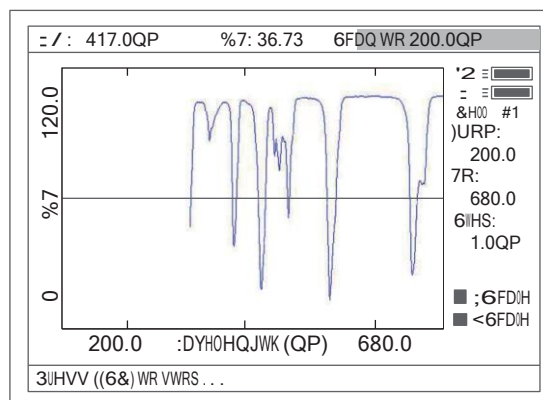
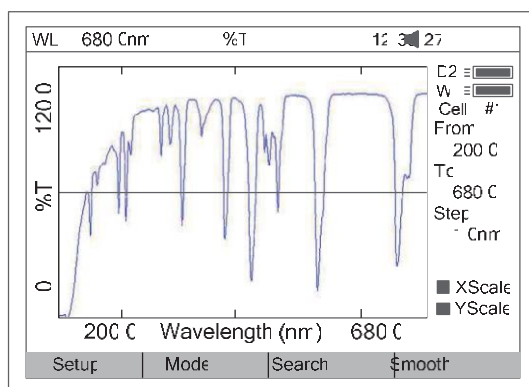

Fig 44
Fig 45
4. Arrastre la cubeta de la muestra hasta la trayectoria del haz de luz, pulse **START/STOP** para escanear la muestra (Fig 44), **ESC** para detener. Cuando termina el barrido el zumbador suena 3 veces (Fig 45).
Pulse **PRINT** para imprimir la curva abierta o escaneada (Fig 51). Se imprime siempre en la Fig 45. El reporte incluye el listado de picos, donde se indica el número del pico, su longitud de onda, Abs y T%.